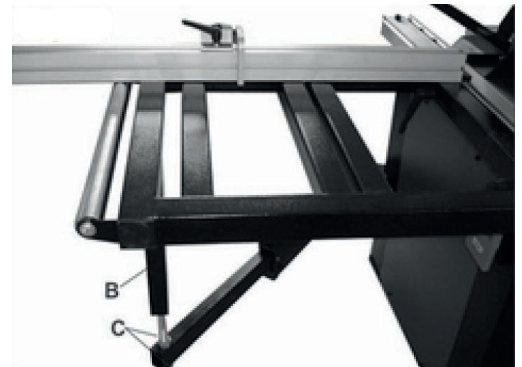

Fig. 21 Montage table coulissante
2. Vissez la table coulissante au support B (Fig. 21) avec deux vis Allen M6x30, réglez avec 4 écrous M12 sur chariot coulissant (C, Fig. 21) et serrez les écrous.